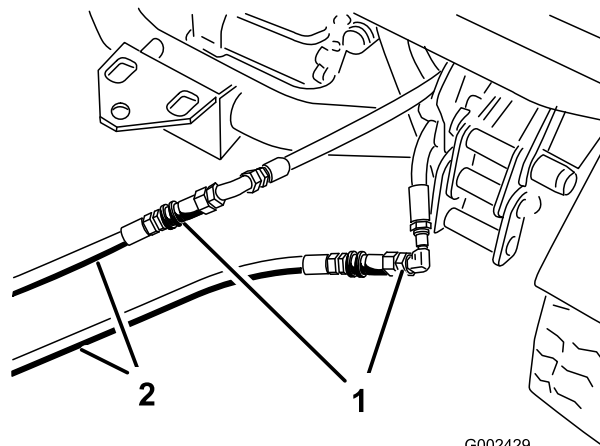

図 93
- 故障しているワークマンのカップラホースに、救援用ホース2本を接続する 図 93。